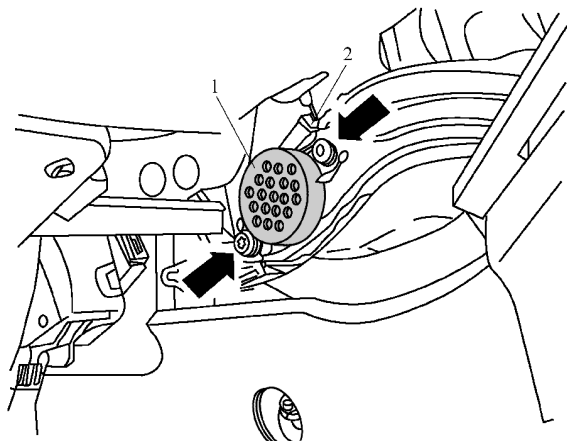

图 11-2-8 拆卸前部驻车辅助报警蜂鸣器 H22
(1) 关闭点火开关并拔出点火钥匙。
(2) 拆下驾驶员侧下方的仪表板护板。
(3) 如图 11-2-8 所示，脱开电气插接器 2，旋出螺栓(见箭头)，并拆下前部驻车辅助报警蜂鸣器 H22(编号 1)。